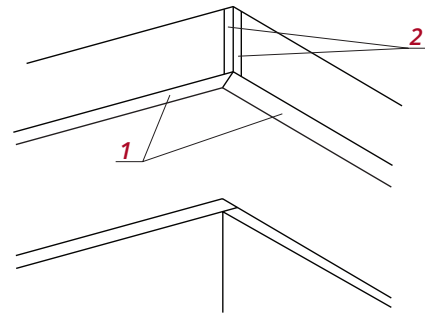

Рис. 12
■ На торцах лобовой доски, например, на переходе от карниза к фронтому, для обрамления J-фаски **1** можно использовать Финишную планку **2** или сделать загиб края, чтобы скрыть кромку (рис. 12).